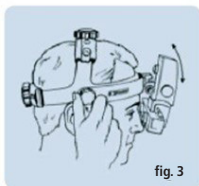

fig. 3
Pentru alinierea verticală a ocularului și a blocului binocular (O), reglați înălțimea benzii frontale externe metalice (C) folosind, dacă este necesar, butonul de tensionare a benzii metalice (D) și/dsau butonul de reglare a unghiului oftalmoscopului (E), situate pe părțile laterale ale căștii (fig. 3).